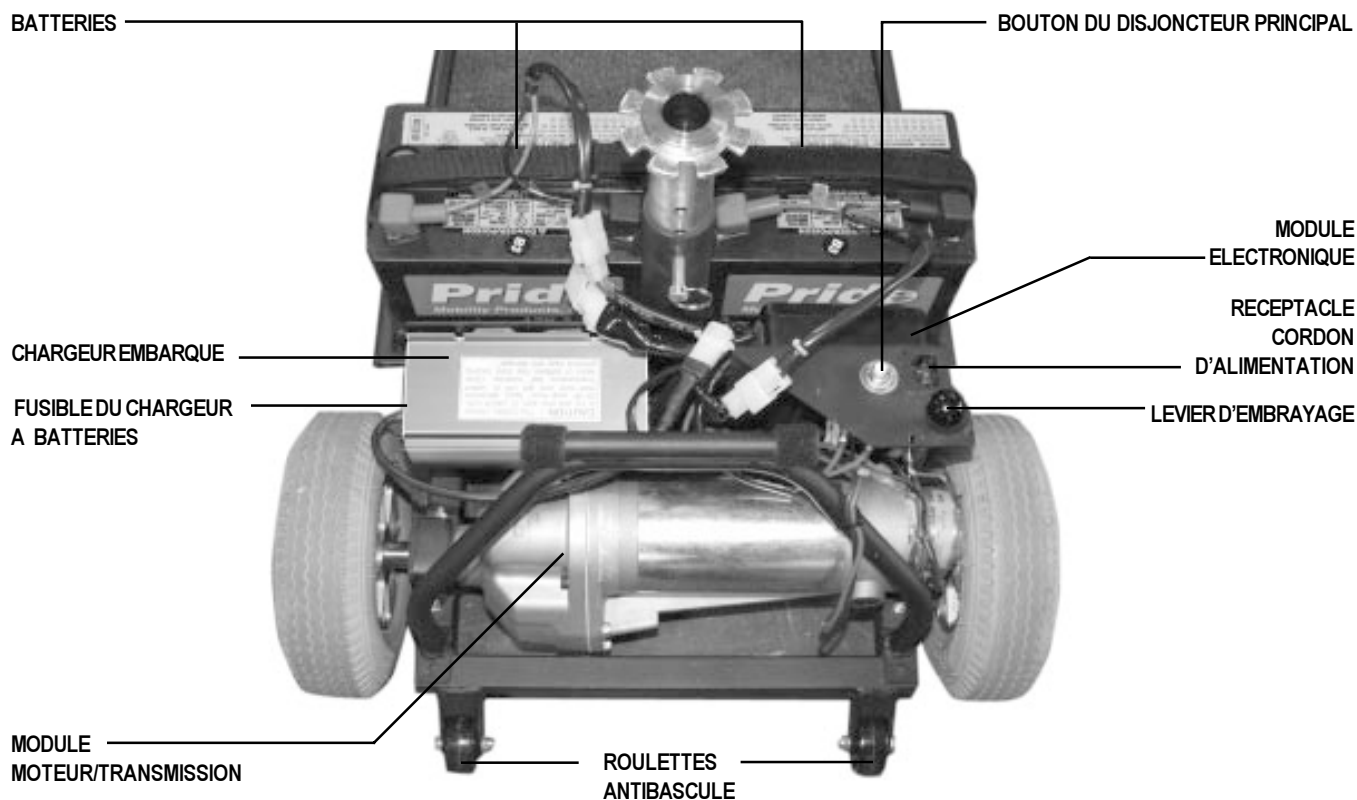

Figure 7. Section arriere
La section arrière de votre scooter abrite le contrôleur électronique, les batteries, le chargeur à batteries, le fusible du chargeur, le réceptacle du cordon d'alimentation, le disjoncteur principal, le module moteur/transmission et le levier d'embrayage. Voir la section IX. "Montage et Démontage" pour les instructions d'enlèvement du capot. Les roulettes antibascule sont les éléments les plus arrières de cette section. Voir la figure 7.
- Le cordon d'alimentation se branche dans un réceptacle situé dans la section arrière du scooter, près du disjoncteur principal et du levier d'embrayage. Voir figure 7.
- Le disjoncteur principal est monté dans la section arrière près du levier d'embrayage. Voir la figure 7.
- La manette d'embrayage est située sur l'extrémité droite du moteur dans la section arrière du scooter et traverse le capot. Voir la figure 7.
Le module moteur/essieu est composé du moteur et d'un essieu scellé à la transmission et au différentiel. Ce module a été conçu pour fonctionner silencieusement, fournir une puissance maximale et une durée de vie allongée. Voir la figure 7.
Les roulettes antibascules sont une composante de sécurité importante de votre scooter. Ne jamais, sous aucune considération, enlever les roulettes antibascules de votre scooter. Voir la figure 7.